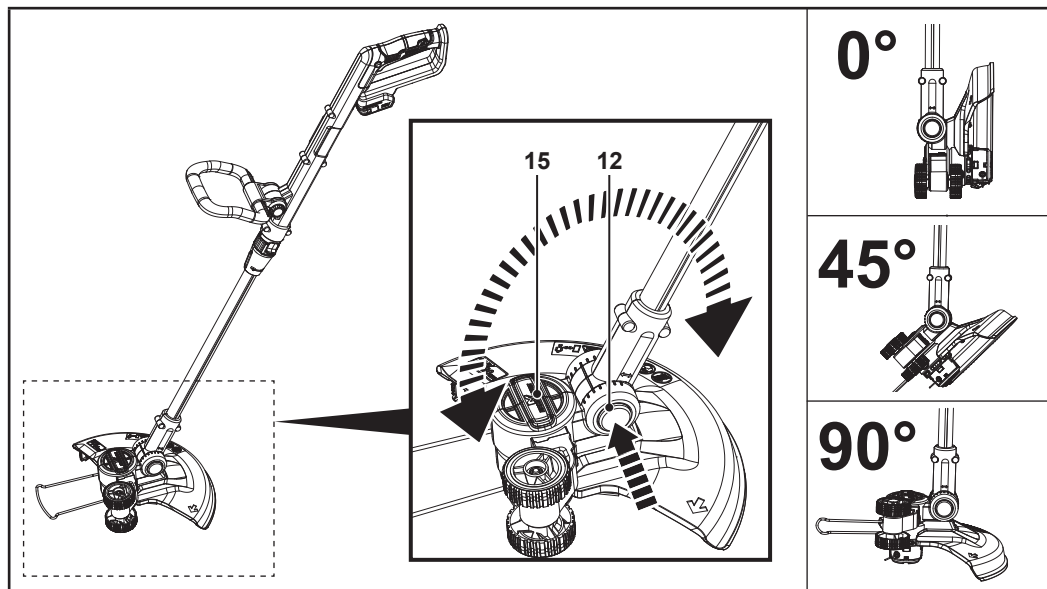

Fig. 8
NOTĂ: Capul de tăiere (15) se poate seta în 7 poziții (0°, 15°, 30°, 45°, 60°, 75°, 90°) (fig. 8).
1. Apasă elementul de blocare a capului de tăiere (12) (fig. 8).
2. Reglează unghiul capului de tăiere (15) (fig. 8).
3. Eliberează elementul de blocare a capului de tăiere (12).
4. Asigură-te că blochezi în poziție capul de tăiere (15).